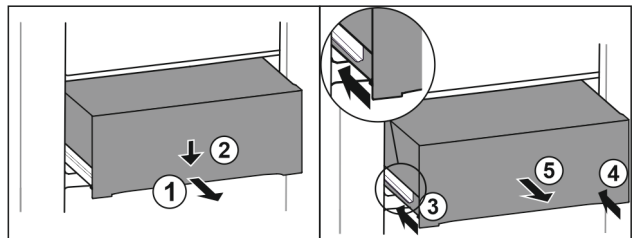

Fig. 135
- Tirer le tiroir jusqu'à mi-chemin. Fig. 135 (1)
- Appuyer sur l'avant du tiroir vers le bas. Fig. 135 (2)
- Insérer le rail gauche d'env. 2 cm. Fig. 135 (3)
- Insérer le rail droit d'env. 2 cm. Fig. 135 (4)
- Retirer le tiroir par l'avant. Fig. 135 (5)